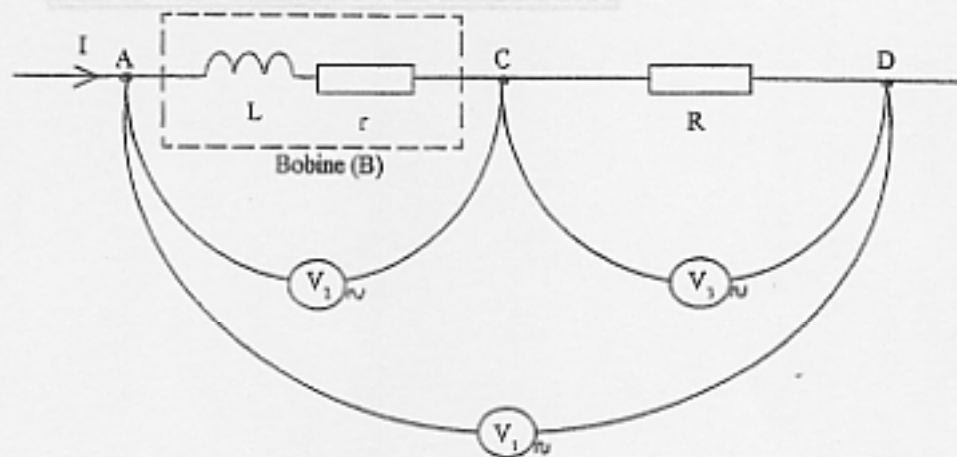

Figure 1
8) Tracer, sur le graphe de la Figure 1 du Document-réponses 3 page 18, la nouvelle caractéristique mécanique du moteur et représenter le point de fonctionnement, noté P_2 , du groupe.